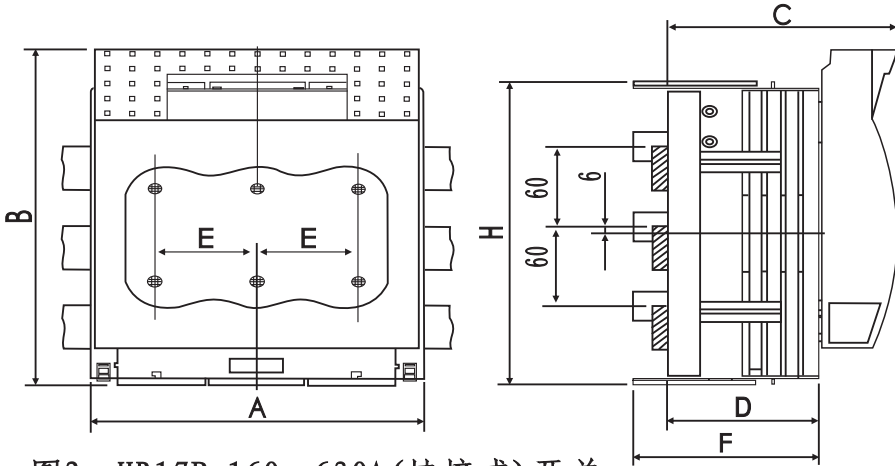

图2: HR17B-160~630A(挂接式)开关
2、HR17B系列(挂接式)开关外形与安装尺寸(见表4、图2)